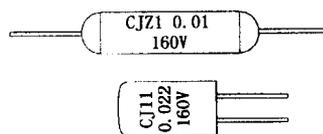

图 1-2-4
(3) 金属化纸介电容。它是在电容器纸（介质）上被覆盖金属膜（多为铝膜）卷曲而成的，图 1-2-4 是其外形。这种电容的特点是体积较小、容量较大，受高压击穿后能自愈，即当电压恢复正常后仍能正常工作。但这种电容因损耗和寄生电感量较大，故只适用于低频电路。